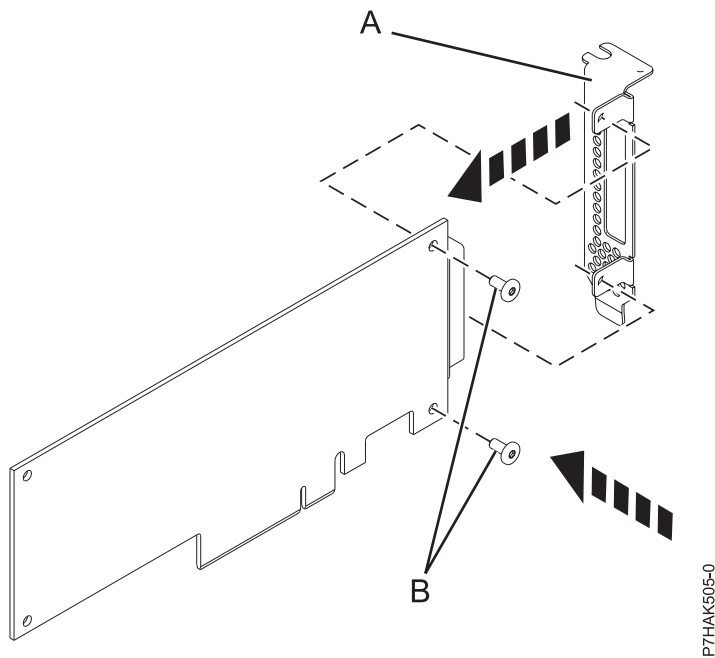

図 32. PCIe アダプターへのロープロファイル・テール・ストックの取り付け
14. 55 ページの図 32 に示すように、プラスのねじ回しと 2 個の留めねじ (B) を使用して、障害の発生した PCIe アダプターのテール・ストック (A) を新しい PCIe アダプターに取り付けます。